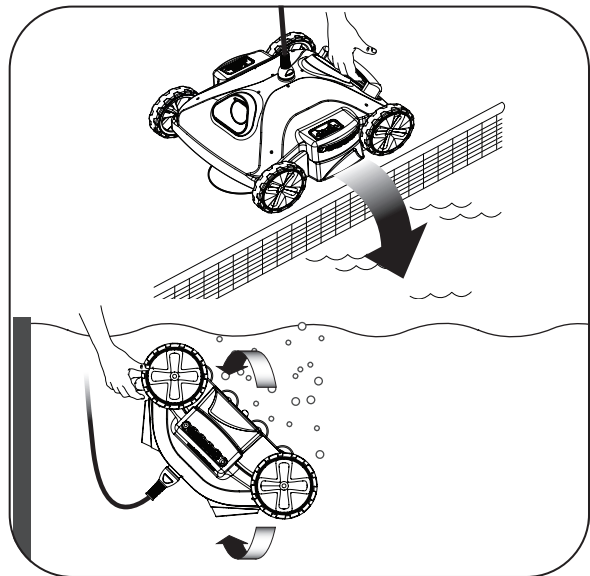

Figure 4. Immerger afin de chasser l'air piégé
2. Submerger le robot nettoyeur debout et renverser jusqu'à l'arrêt des bulles pour éliminer tout air piégé à l'intérieur (Figure 4).